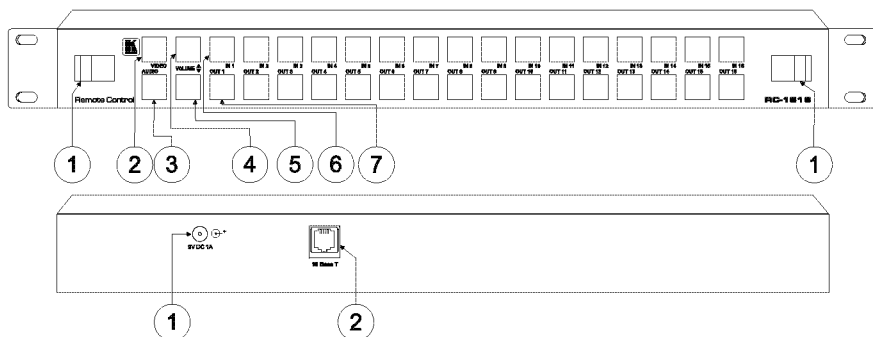

Рис. 8. Панель дистанционного управления RC-1616
На рис. 8, в табл. 6 и табл. 7 представлены органы управления и разъемы, расположенные на передней и задней панелях **RC-1616**.
¹ DIP-переключатели расположены внутри панели, и для доступа к ним не нужно вынимать коммутатор из стойки, достаточно лишь отсоединить съемную переднюю часть, удерживаемую на месте защелками (поз. 1 на рис. 8).
2. Отжав защелки (поз. 1 на рис. 8), отсоедините переднюю часть **RC-1616** и установите необходимую конфигурацию DIP-переключателями (раздел 6.2.1).